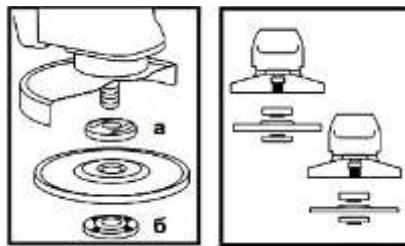

Рисунок 2
### 4.4 Встановіть на виріб шліфувальний або відрізний круг. Для цього натисніть на кнопку фіксації шпинделя (1) і поверніть його до такого положення, при якому він зафіксується. За допомогою вилочного ключа з комплекту виробу відверніть і зніміть затискну гайку (6) (дивіться рисунок 2). Встановіть шліфувальний диск на посадкове місце фланцевої шайби (a) (рисунок 2), наживіть рукою затискну гайку на шпиндель і затягніть її ключем з комплекту приладу.